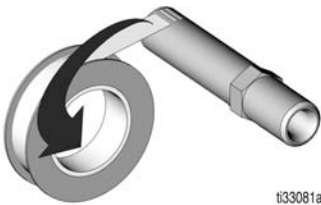

Рис. 13
- Намотайте на резьбу длинного конца фитинга-переходника (10) ПТФЭ-ленту или резьбовой герметик как показано на Рис. 13.